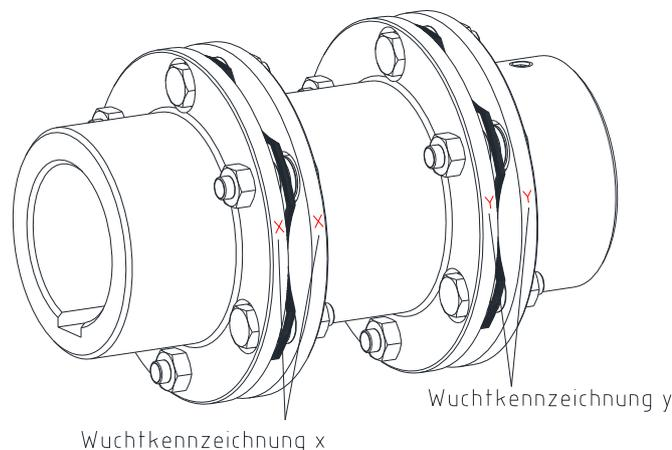

Bild 23: Ausrichtung des Zwischenstücks
- Bei der Montage des Zwischenstücks ist auf die richtige Ausrichtung der Wuchtkennzeichnung zu achten. Die Wuchtkennzeichnung X (Y) der Nabe muss z. B. fluchtend zu der Wuchtkennzeichnung X (Y) des Zwischenstücks ausgerichtet sein (siehe Bild 23).